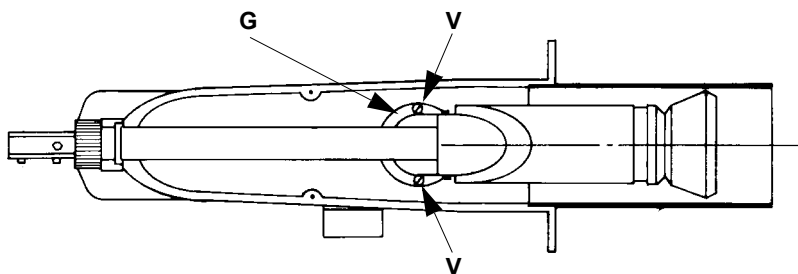

Рис. 40b
- Снятие, очистка и проверка головки сгорания (см. Рис 40а - Рис. 40b).
- Отвинтите винты V, блокирующие газовый коллектор G (Рис 40а - Рис. 40b), отвинтите соединения E, присоединяющие трубку к шлангам, и выньте узел в сборе, как показано на Рис 40а.